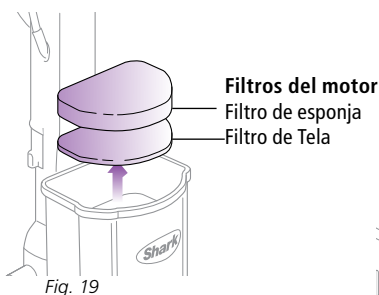

Fig. 19
- 2 Saque los 2 filtros de la parte de arriba de la base del motor. (Fig. 19)